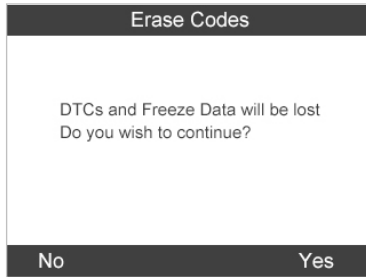

Figure 4.28
- 2) L'outil affiche un message d'avertissement pour votre confirmation. Sélectionner « **Oui** » pour poursuivre, « **Non** » pour quitter. (Figure 4.28)